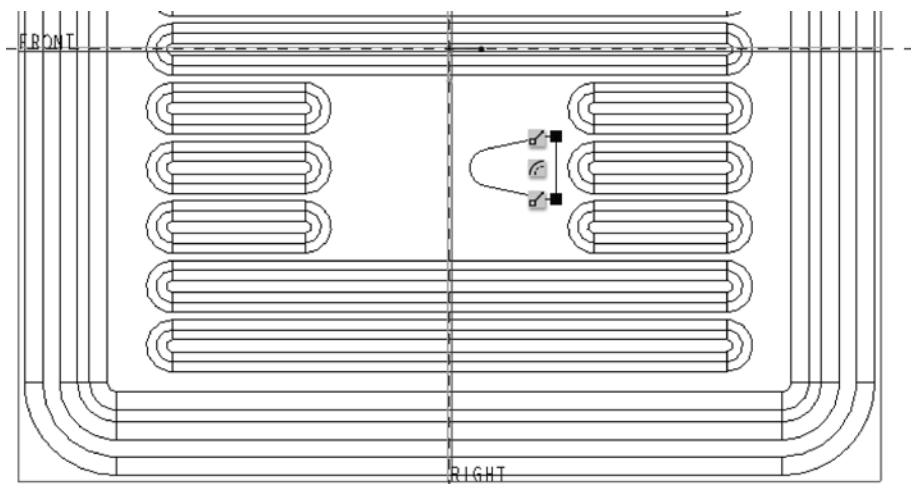

图 5-136 绘制折弯线
(4) 在“折弯”选项卡中打开“折弯线”面板, 从中单击“草绘”按钮, 接着利用“草绘”对话框指定所需的绘图参考或标注参考, 关闭“参考”对话框。单击 (投影) 按钮, 创建图 5-136 所示的折弯线, 单击 (确定) 按钮。